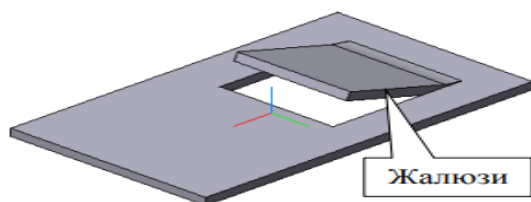

Рис. 15
- контур в эскизе штамповки может быть замкнутым или разомкнутым; Рис. 15
49. Дать полную характеристику построенного в системе КОМПАС-3D и представленного на рис. 15 жалюзи?